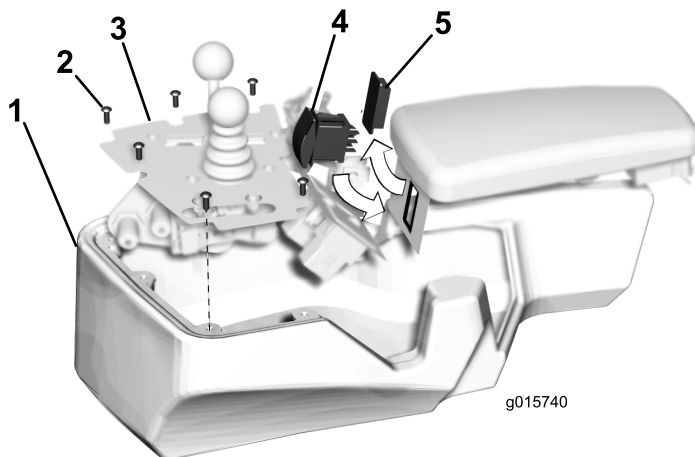

Figura 1
1. Retire os sete parafusos de cabeça de encaixe hexagonal que prendem a tampa da consola (Figura 1) e retire a tampa da consola.
2. A partir do interior da consola, pressione o tampão para fora do orifício (Figura 1).
3. Pressione o interruptor do oscilador para o orifício de montagem da consola como se mostra em Figura 1.